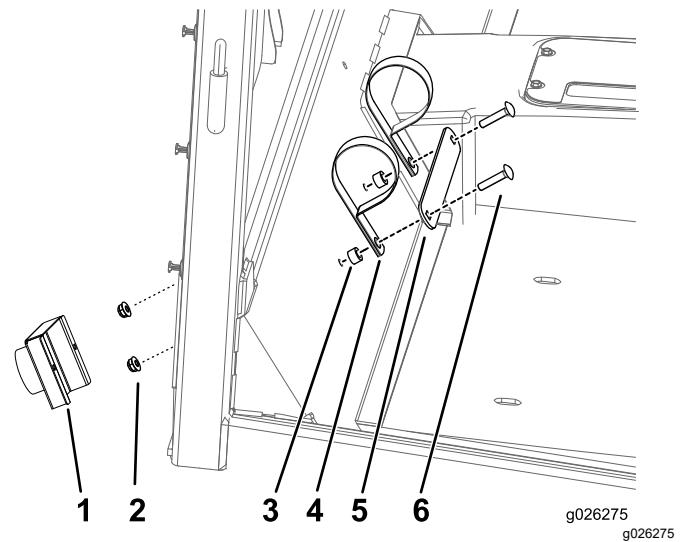

Figura 47
1. Montai suportul pentru *Manualul operatorului* (Figura 47).